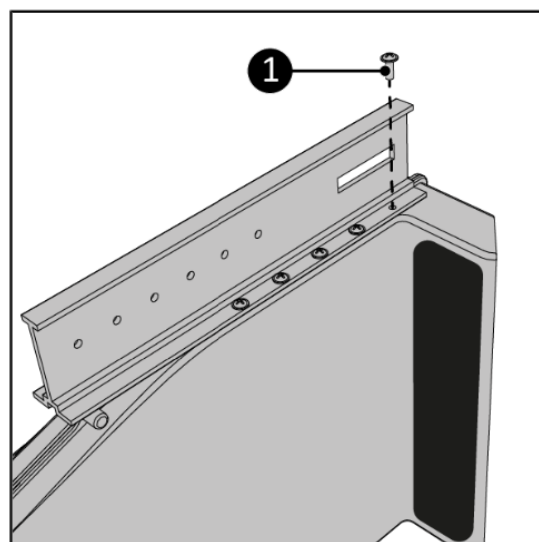

Figura 26.
6. Înșurubați șina principală(**14**)la dispozitivul de ieșire set de ferestre(**15**)folosind zece șuruburi de 3,5 x 10 mm (Figura 26, articolul 1). Asigurați-vă că toate găurile pentru șuruburi sunt aliniate corect.